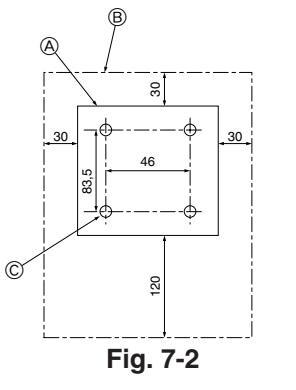

Fig. 7-2
(1) Vælg monteringssted for fjernstyringen. (Fig. 7-2)